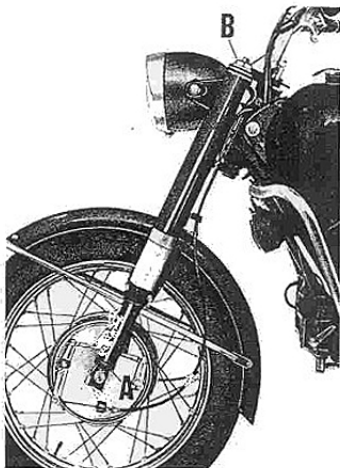

Fig. 86
Infilare le molle superiori nei bracci dopo aver immesso nei bracci stessi litri 0,160 per braccio di liquido per ammortizzatori « SHELL Tel-lus 33 » attraverso i fori per tappi (B) dopo aver bloccato i tappi con guarnizioni (A) sui gambali dalla forcella (vedere fig. 86).